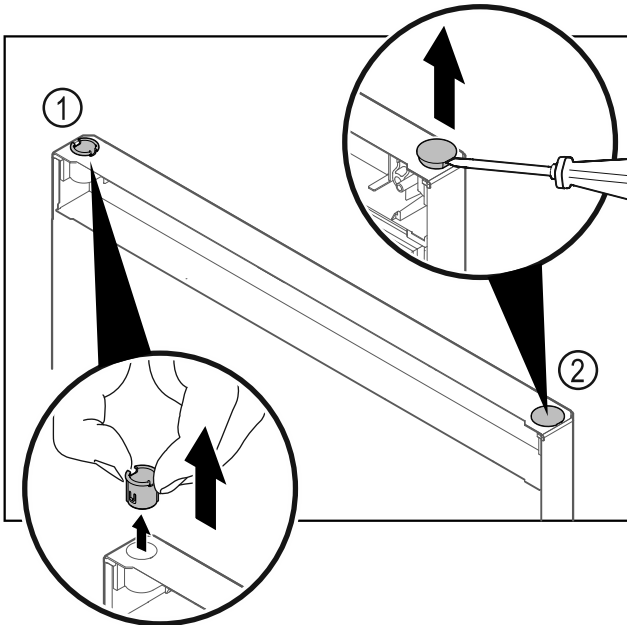

Fig. 27
- Scharnierbus Fig. 27 (1) met de vingers eruit trekken.
- Afdekstop Fig. 27 (2) voorzichtig met een sleufschroevendraaier optillen en eruit trekken.